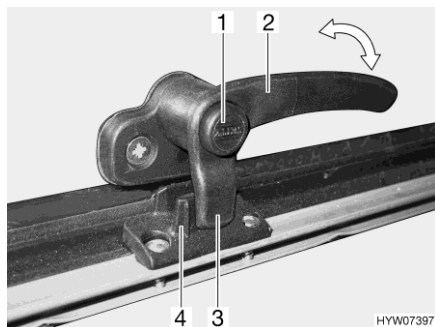
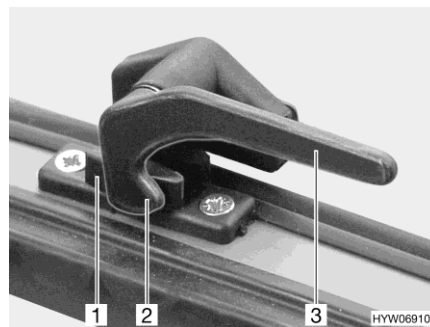

Fig. 86 Levier de verrouillage avec bouton de sécurité en position "Fermé"
Fig. 87 Levier de verrouillage en position "Fermé"
- S'il existe, appuyer sur le bouton de sécurité (Fig. 86,1) et le maintenir enfoncé.
- Tourner le levier de verrouillage (Fig. 86,2 ou Fig. 87,3) d'un quart de tour vers le centre de la fenêtre.
- Tourner le levier de verrouillage (Fig. 86,2 ou Fig. 87,3) d'un quart de tour vers le cadre de la fenêtre.
- Le tenon de verrouillage (Fig. 86,3 ou Fig. 87,2) du levier de verrouillage repose complètement sur le côté intérieur du verrouillage de fenêtre (Fig. 86,4 ou Fig. 87,1).
- En position "Fermé" (Fig. 86 et Fig. 87)